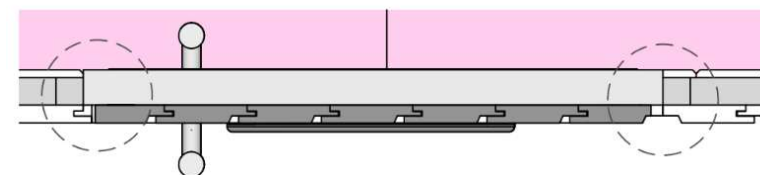

Fig. 8e-Installation de la porte
- Vissez la butée du loquet de porte à mi-hauteur sur l'extérieur de l'ouvrant à l'aide des vis 30mm (Fig.8e).
- Installez le joint vertical de porte (Fig.8e).